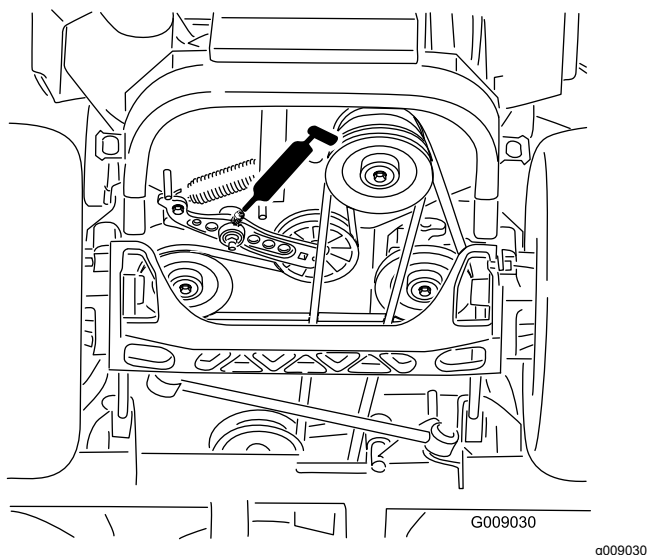

Figura 45
5. Engrase los brazos tensores de la correa de transmisión (Figura 45).